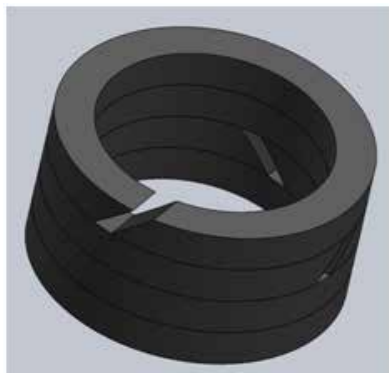

Figure 7. Sens des bagues d'étanchéité
- Vérifiez le sens d'installation des bagues d'étanchéité indiqué dans la figure 7. La fente de chaque bague a été agrandie pour vous montrer le sens de la découpe à 45°. Veillez à ce que la fente de chaque bague soit décalée de 90° par rapport à la fente de la bague adjacente.